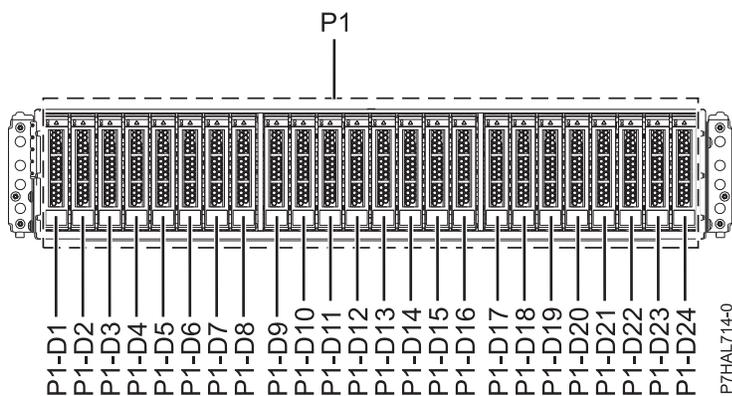
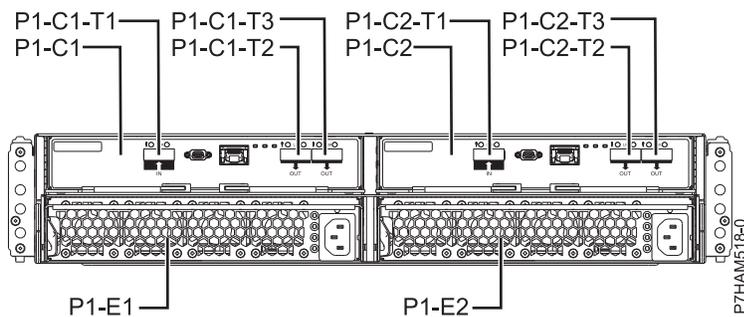

Figure 5. Vue avant du boîtier d'unité de disque 5887 illustrant les emplacements des unités de disque
Figure 6. Vue arrière du boîtier d'unité de disque 5887
1. Identifiez le composant et le boîtier sur lesquels vous souhaitez intervenir. Les emplacements des unités de disque et des unités SSD sont situés à l'avant du boîtier. La figure 5 et la figure 6 illustrent les vues avant et arrière du boîtier ainsi que les emplacements des unités de disque dans le boîtier.